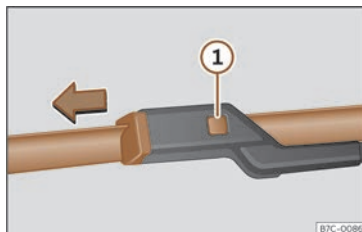

Fig. 187 Remplacement des balais d'essuie-glace.
- Maintenez la touche de déverrouillage >>> **fig. 187** ① enfoncée en tirant légèrement le balai dans le sens de la flèche.